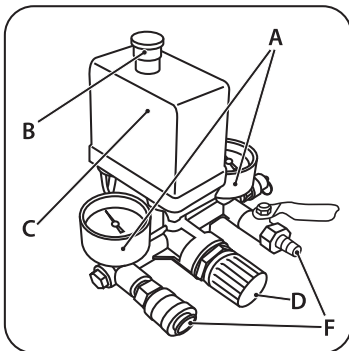

рис. 11
Компрессор работает полностью автоматически при помощи реле давления (С) (рис. 11), останавливающего двигатель по достижении максимального давления и запускающего компрессор при падении давления до минимального установленного уровня (на 2 бара меньше максимального рабочего давления).
Для правильного использования компрессора проверьте оптимальное значение давления для инструмента, которым вы должны пользоваться. При помощи выходного редуктора и манометра расхода выходного воздуха возможна регулировка выходного давления сжатого воздуха. Для выполнения этой операции нужно повернуть вентиль редуктора (D) по часовой стрелке для увеличения давления, а против часовой стрелки – для уменьшения давления. По окончании работы рекомендуется перевести значение выходного давления на нуль по манометру (A) (рис. 11). Эта операция нужна для предотвращения увеличения погрешности и быстрого износа редуктора.
Подключение пневматического инструмента к компрессору осуществляется с помощью выходного быстросъемного штуцера (F) (рис. 11).